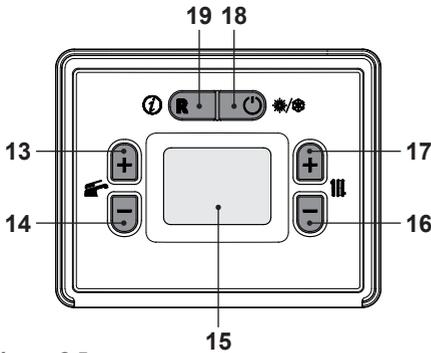

Figura 2.5
- Pulse el botón 18 hasta que aparezca en el display el símbolo  Figura 2.5.
La temperatura del agua caliente de impulsión de la calefacción puede regularse mediante los botones 16 (reducción) y 17 (aumento) (Figura 2.5) entre un mínimo de aproximadamente 28°C y un máximo de aproximadamente 55°C, o entre un mínimo de aproximadamente 50°C y un máximo de 80°C (consulte "Selección de la temperatura de consigna en calefacción" en la pág. 44). La primera vez que se pulsa uno de los dos botones se muestra el valor de "consigna", la segunda vez se puede modificar.
De todas formas, si la temperatura ambiente no resultase confortable, se puede aumentar o reducir la temperatura de impulsión de la instalación de calefacción en $\pm 15^{\circ}\text{C}$ usando los botones 16 (reducción) y 17 (aumento) (Figura 2.5).
La temperatura del agua caliente sanitaria puede regularse mediante los botones 13 (aumento) y 14 (reducción) (Figura 2.5) entre un mínimo de aproximadamente 35°C y un máximo de aproximadamente 60°C . La primera vez que se pulsa uno de los dos botones se muestra el valor de "consigna", la segunda vez se puede modificar.